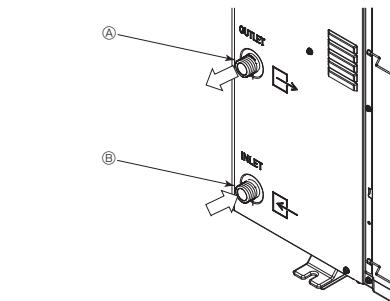

Fig. 6-1
6.1. Anslutning av vattenrör (Fig. 6-1)
- Utollopps- och inloppsrörens placering visas i Fig. 6-1.
[Fig. 6-1]